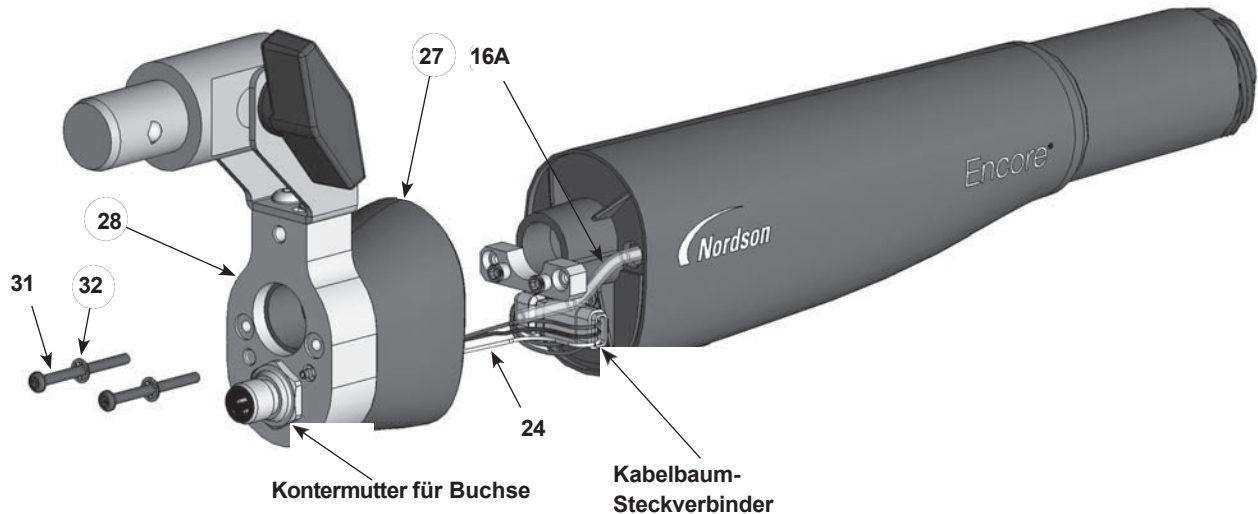

Abbildung 7-2 Demontage der Pistole – Austausch des Pulverrohrs
3. Siehe Abbildung 7-2. Die beiden Innensechskantschrauben (31) und innenverzahnten Sicherungsscheiben (32) von der Endkappe (28) abschrauben und entfernen.
- c. Siehe Abbildung 7-2. Die Sicherungsmutter von der Steckdose abschrauben, dann die Steckdose und den Kabelbaum von der Endkappe entfernen.
17. Siehe Abbildung 7-2. Die Endkappe und die hintere Pistolengruppe am Pistolenkörper anbringen und dabei darauf achten, dass die Kabelbäume nicht eingeklemmt werden.